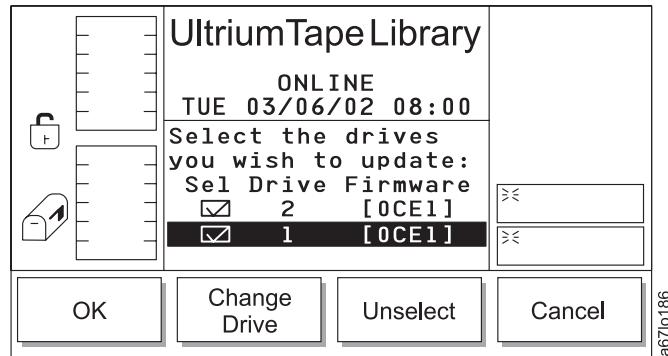

Abbildung 137. Dialog für Laufwerkauswahl
- Wird **OK** ausgewählt, erscheint der Dialog für Laufwerkauswahl (siehe Abb. 137 auf Seite 153).
Tabelle 86. Übersetzung von Abb. 137, Dialog für Laufwerkauswahl